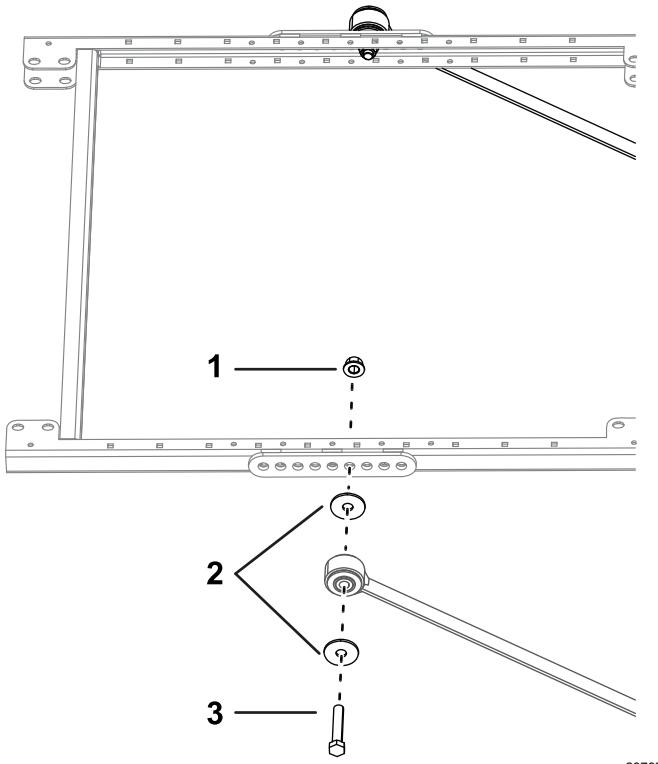

図 12
12. サンシェードのフレームの左右それぞれの側で、ブレース取り付け部の 4 番目の穴に延長リンクを仮止めするボルト $\frac{1}{2} \times 2\frac{3}{4}$ "2 本、大きいワッシャー2枚、フランジナット $\frac{1}{2}$ "2 個を使用して図 12 のように取り付ける。